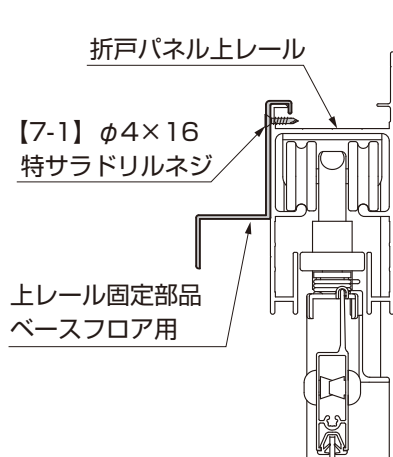
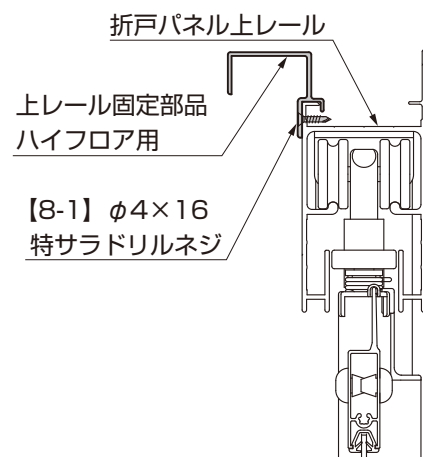

図1-4
図1-5
- 上レール固定部品には「標準インナーデッキ用」、「ベースフロア用」、「ハイフロア用」があります。(図1-3、図1-4、図1-5参照)